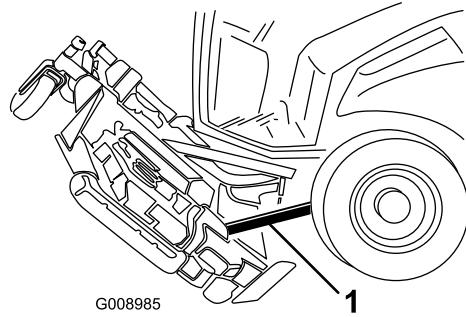

Figura 89
5. Introduzca a presión un listón de madera de 2 x 4 pulgadas entre el borde trasero de la plataforma y la máquina (Figura 89).